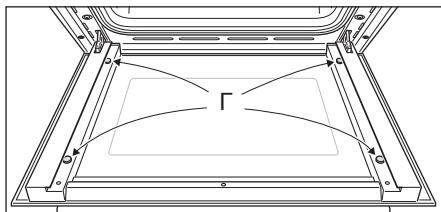

Рис. 10.17
- Убедитесь в правильности размещения 4 (четырёх) вкладышей из силиконового каучука Г (Рис. 10.17).